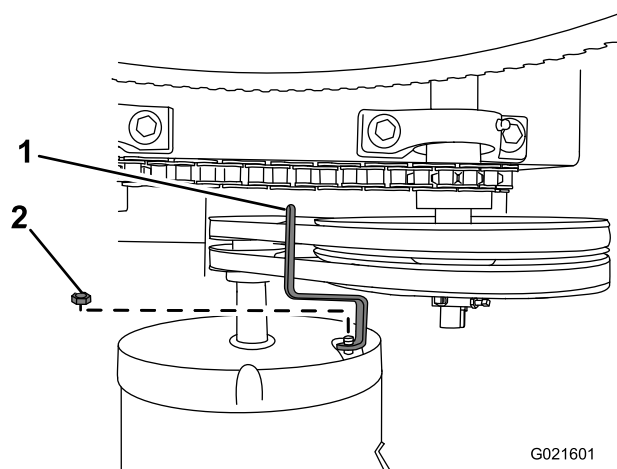

Figura 38
3. Retire la tuerca que sujeta la guía de las correas al motor, y retire la guía de las correas (Figura 38).
- Sujete la guía de las correas provisionalmente al motor (Figura 38) con el perno que se retiró en el paso 3 de Retirada de las correas (página 26).